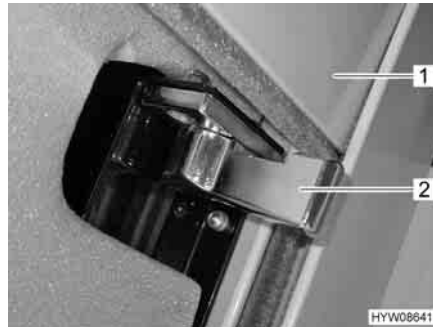
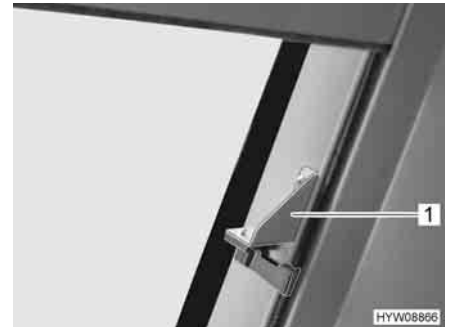

Fig. 71 Chiusura di sicurezza oscurante a rullo
Fig. 72 Chiusura di sicurezza aggiuntiva oscurante a rullo
- Sui entrambi i lati, ruotare spingendo in avanti la chiusura di sicurezza (Fig. 71,2 o Fig. 72,1)
- Premere e tenere premuto il pulsante basculante (Fig. 73,1 o Fig. 74,1), finché l'oscurante a rullo (Fig. 71,1) ha raggiunto la posizione desiderata.
- Premere e tenere premuto il pulsante basculante (Fig. 73,1 o Fig. 74,1) finché l'oscurante a rullo (Fig. 71,1) ha raggiunto la posizione più alta.
- Su entrambi i lati, ruotare spingendo all'indietro la chiusura di sicurezza (Fig. 71,2 o Fig. 72,1).